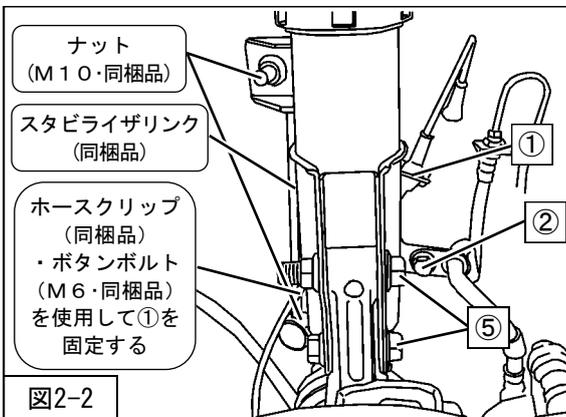
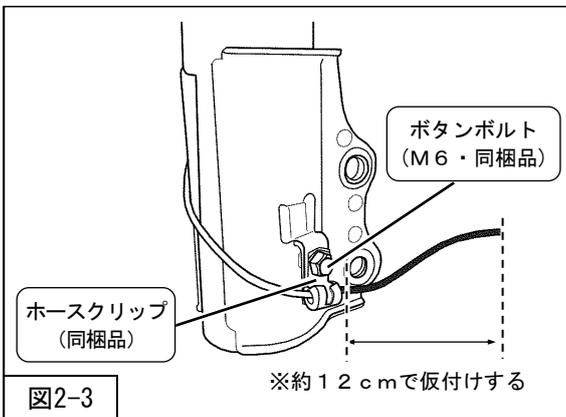

図2-2
図2-3
を取付けてください。（図2-2）
6. 図2-3を参考にホースクリップ(同梱品)・ボタンボルト(M6・同梱品)を使用して、①スピードセンサハーネスの根元から約12cmの位置で固定してください。（図2-2・図2-3）